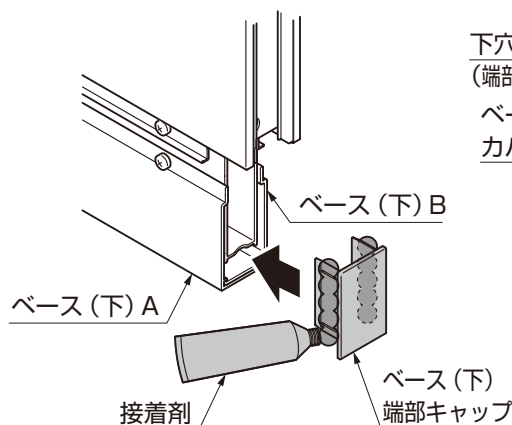

図4-7
- ①ベース（下）端部キャップに接着剤を塗布し、ベース（下）A、Bに取付けてください。（図4-7参照）